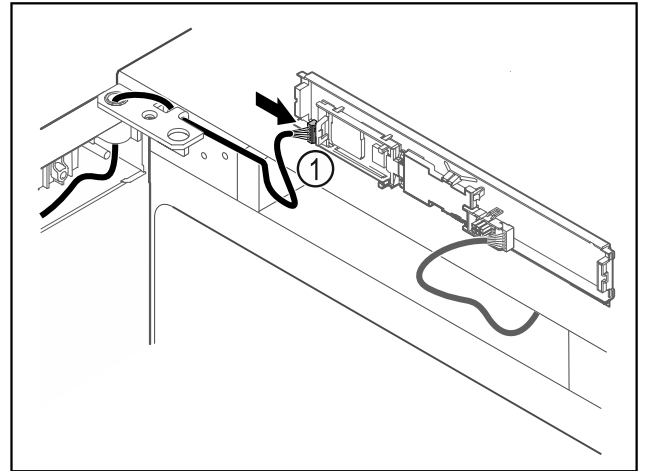

Fig. 58
- ▶ Stecker Fig. 58 (1) an Platine anstecken.